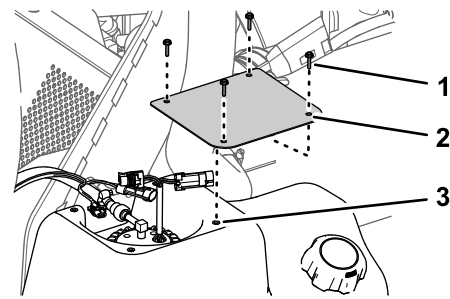

Figura 89
1. Encaixe a cobertura no depósito (Figura 89) com os 4 parafusos (n. 10 x ¾ pol.) que removeu no passo 2 de Remoção da tampa da bomba de combustível (página 66).